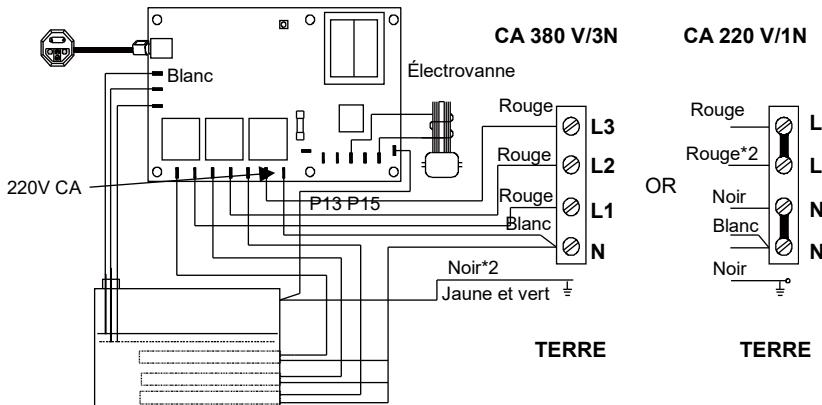

Figure 5 : schéma de connexion du générateur de vapeur
- Cette figure illustre le câblage du contrôleur de la série ST. (Figure 5)